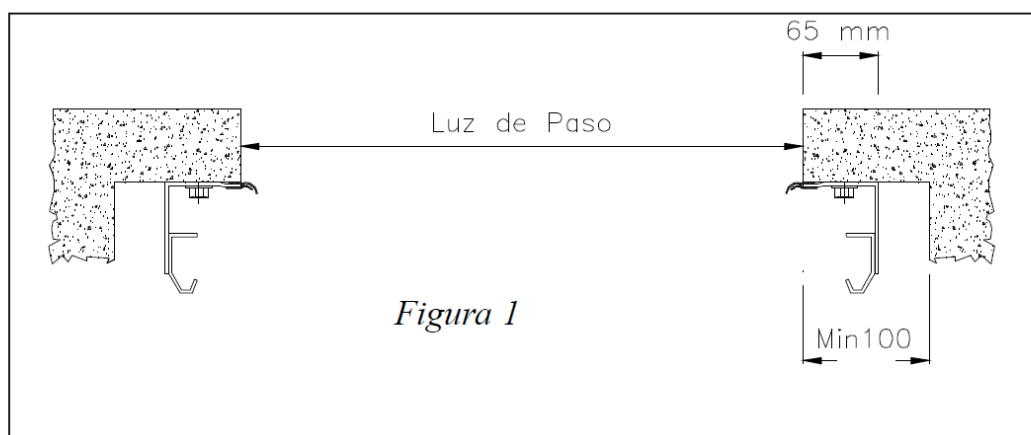

Figura 1
- La puerta seccional va dispuesta en la parte interior del local, con los ángulos de sujeción de las guías solapados a la pared. Para ello se requiere un espacio mínimo de 100 mm (ver figura 1).